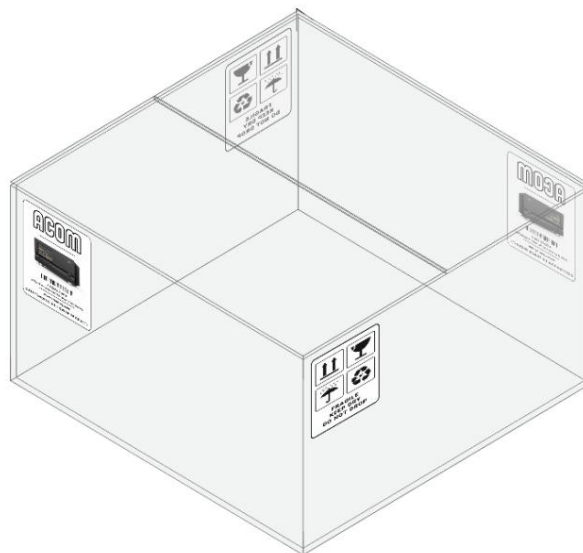
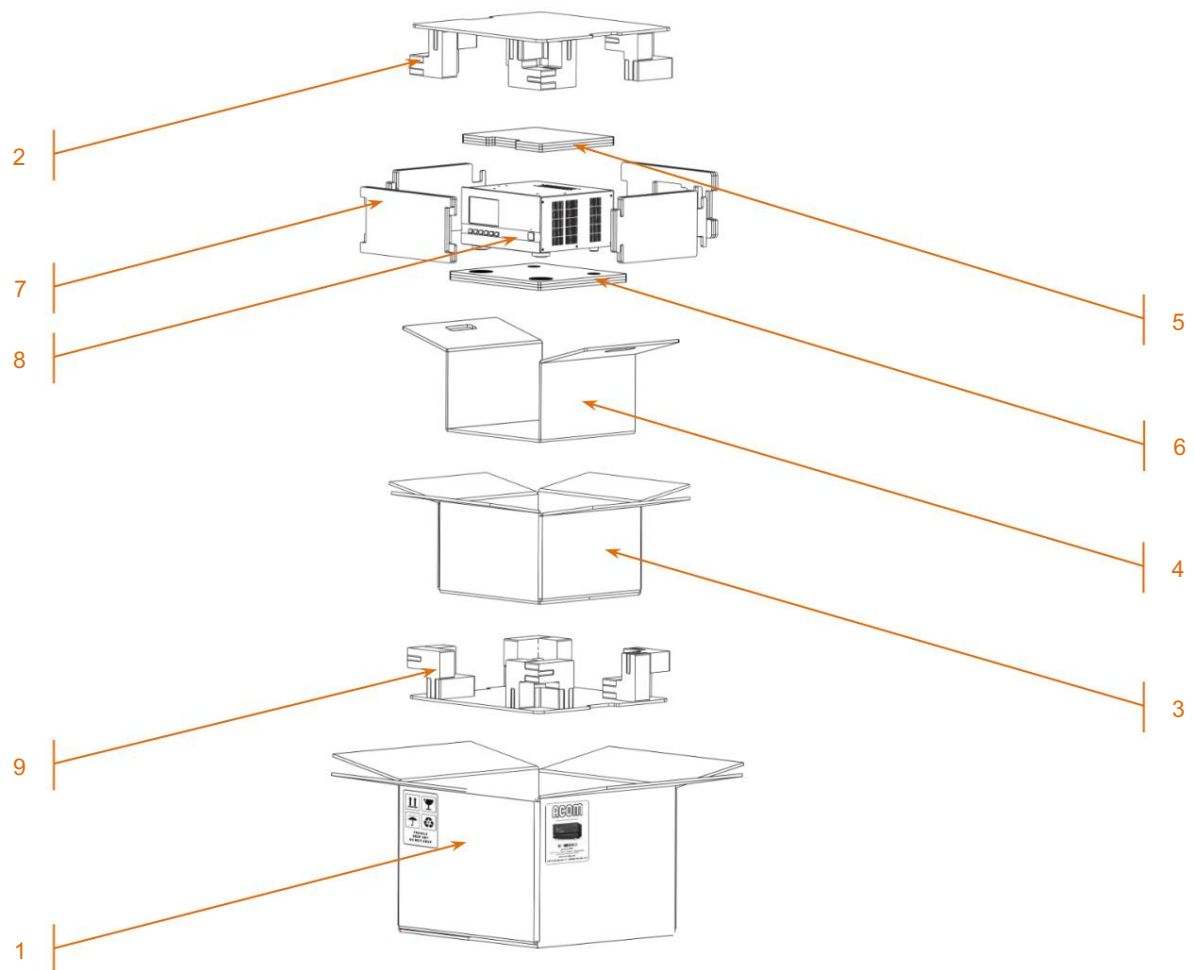

Figure 2-1 | Carton d'emballage (vue extérieure)
Figure 2-2 | ACOM 1010 emballé dans une boîte en carton
- Ouvrir le carton (voir Figure 2-1 | Carton d'emballage \(vue extérieure\) et Figure 2-2 | ACOM 1010 emballé dans un carton, Pos. 1) ;
- Retirer l'élément de sécurité supérieur (voir Figure 2-2 | ACOM 1010 emballé dans un carton, Pos. 2) ; • Ouvrir le carton intérieur (voir Figure 2-2 | ACOM 1010 emballé dans un carton, Pos. 3) ; • Retirer l'amplificateur à l'aide des poignées de l'élément de sécurité central (voir Figure 2-2 | ACOM 1010 emballé dans un carton, Pos. 4) ;
- Retirez l'amplificateur (Pos. 8) de l'élément de sécurité central et retirez les parties supérieure, inférieure et inférieure. côtés plats éléments de fixation (voir Figure 2-2 | ACOM 1010 emballé dans une boîte en carton, Pos. 5, 6 et 7) ;
(Voir Figure 2-2 | ACOM 1010 emballé dans une boîte en carton, Pos. 9)